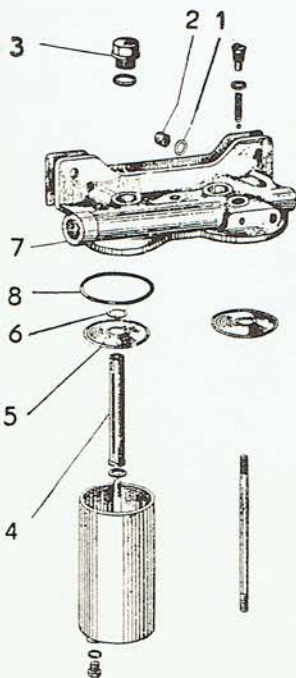

Abb. 13
Anmerkung: Bei Rückmontage ist darauf zu achten, dass in den Filterkörper der Dichtungsring 16×22 (Abb. 13/1) sowie das Dichtungsrohr (Abb. 13/2) des Ölfilters ein-
1. Die Mutter M 22 (Abb. 13/3) ist zu lösen. Gleichzeitig muss das Gefäß mit einer Hand festgehalten werden, und ist durch einen leichten Schlag mit der Handfläche zu lockern.
2. Das Entnahmerohr (Abb. 13/4) samt Filtereinlagen (Abb. 13/5) ist vom Filterkörper abzunehmen.
3. Nach Entfernung des Dichtungsringes (Abb. 13/6) sind die Filtereinlagen vom Entnahmerohr abzunehmen (die Grobfilter „1“ dürfen nicht mit den Feinfiltern „2“ verwechselt werden).
Nach Einmontierung der Einlage ist das Gefäß ungefähr zur Hälfte mit reinem Öl anzufüllen und an den Filterkörper (Abb. 13/7) zu befestigen.
Es muss überprüft werden, ob sich im Filterkörper die Dichtungsringe (Abb. 13/8) befinden.